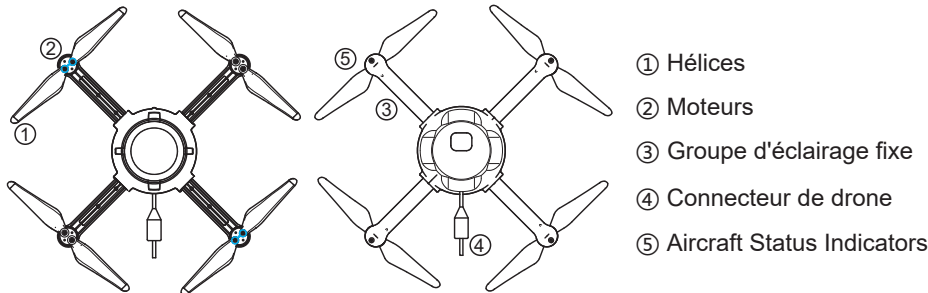

Figure 5-1: Schéma de la composition du drone
d. Composition du drone (Refer To Figure 5-1)